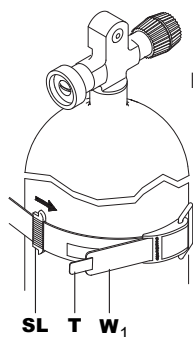
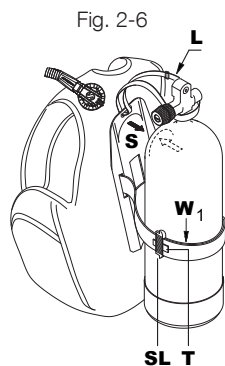

Fig. 2-5
Fig. 2-6
2. Se o BC tiver uma placa traseira rígida, coloque a cavidade (S) da placa traseira no ombro do tanque (Fig. 2-6) e, em seguida, aperte a faixa (Fig. 2-5 e 2-7) do cinto de liberação rápida (W1) em torno do tanque.
3. Feche a fivela (C) (Fig. 2 – 7). Se a faixa estiver muito apertada ou muito solta, abra a faixa do gancho e do laço e a fivela para reajustar o comprimento da faixa (Fig. 2-5) do cinto de liberação rápida (W1). Para maior segurança, deslize o laço (SL) (Fig. 2-5) em torno da extremidade da faixa (T). Nos BCs com uma placa traseira rígida, com o tanque montado no BC, pode levantar toda a unidade ao usar a alça integrada na placa traseira.